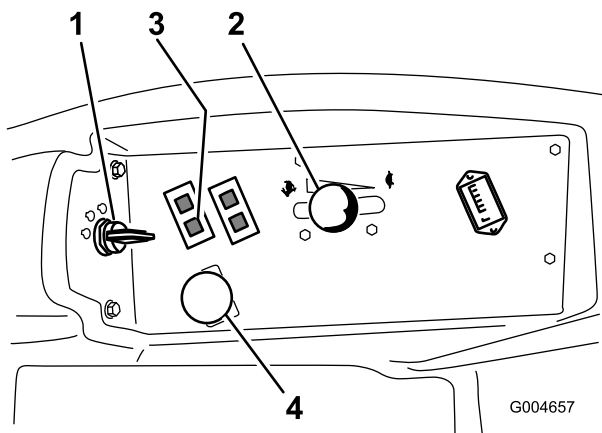

図 15
4. PTOスイッチをOFF位置にする (図 15)。
5. スロットルレバーを Fast と Slow の中間にセットする (図 15)。